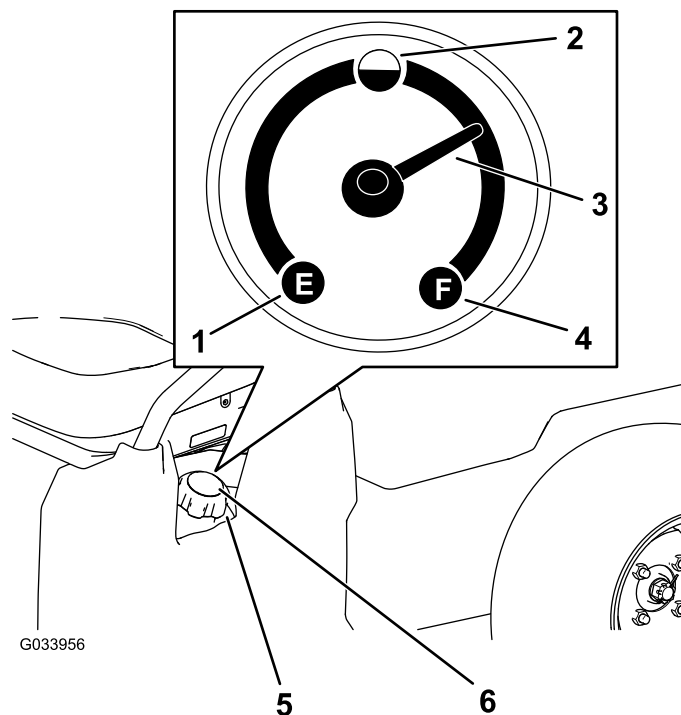

図 14
5. 燃料タンクのキャップ  図 14 の周囲をきれいに拭く。